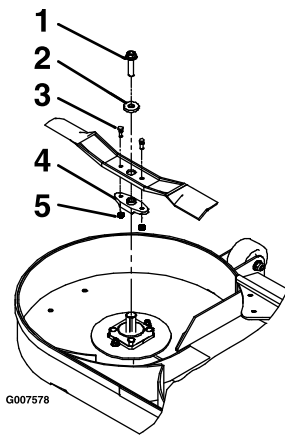

Bild 74
3. Entfernen Sie das Messer, die Scheibe und die Messerschraube, mit denen das Messer und der Messermitnehmer befestigt sind (Bild 74).
4. Nehmen Sie den Messermitnehmer vom vorhandenen Messer ab (Bild 74).
1. Befestigen Sie den Messermitnehmer mit den Scherbolzen und Sicherungsmuttern an den neuen Messern (Bild 74).
3. Bringen Sie das Messer, die Scheibe, und die Messerschraube an der Spindelwelle an (Bild 74).